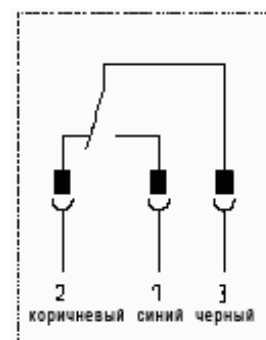

Рис. D-3. Подключение и схема беспотенциальной коллективной сигнализации неисправности GP-.../40.
- Если необходимо, подсоедините сигнальный контакт "коллективная сигнализация неисправности" (соединитель "I", рис. D-2) (отказ электропитания, разрыв мембраны, мониторинг дозирования, пустой сигнал). Расположение выводов см. на рис. D-3.